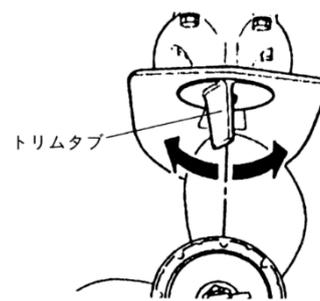

図 6-9 (出典 SUZUKI DF25 取扱説明書)
- (2) 船体が自ら左旋回する場合は、トリムタブを左方向に回す。(図 6-9)